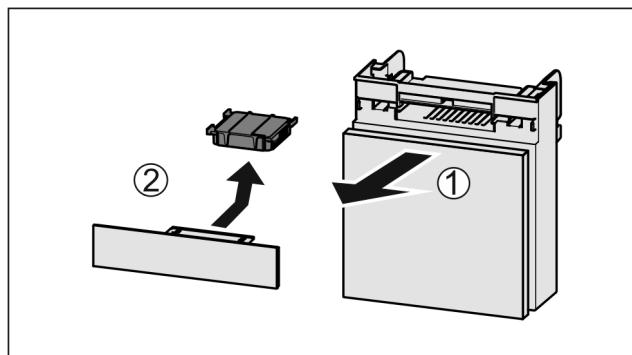

Fig. 166
- Потягніть Fig. 166 (1) відділення вперед.
- Витягнути Fig. 166 (2) фільтр з активованого вугілля.